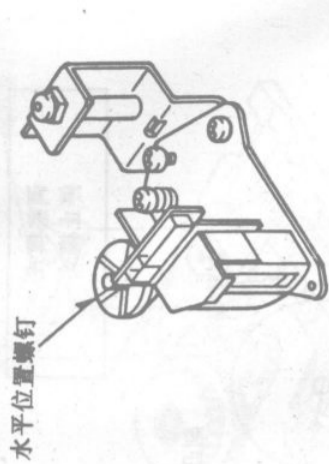
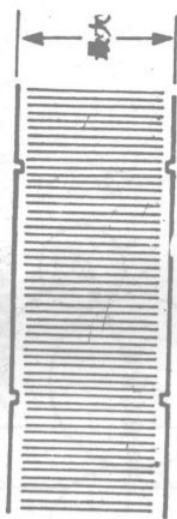

图 70
图 71
②将示波器探头连接到磁头放大器的输出端, 如图 70 所示;
③重放校正用磁带;
④调整音 / 控磁头水平位置螺钉, 使 RRF 信号电平为最大, 如图 71 所示。